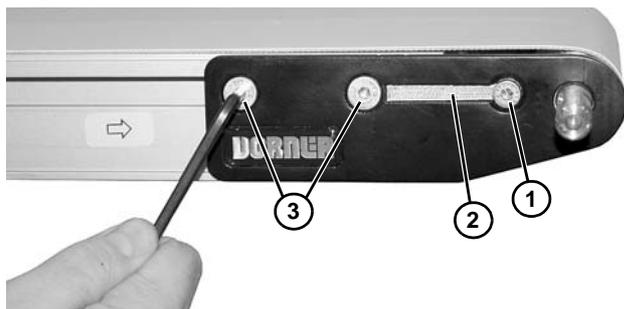

Figure 60
2. Sur un côté du convoyeur, retirer la vis (Figure 60, élément 1) et retirer le couvercle antipoussière (Figure 60, élément 2), s'il y en a un.
3. Retirer les deux vis de fixation (Figure 60, élément 3).